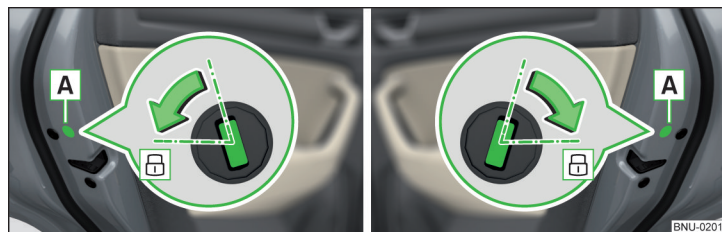

Fig. 250 Puerta izquierda / puerta derecha
- En vehículos con la visera **A**, eliminar esta visera » fig. 250.